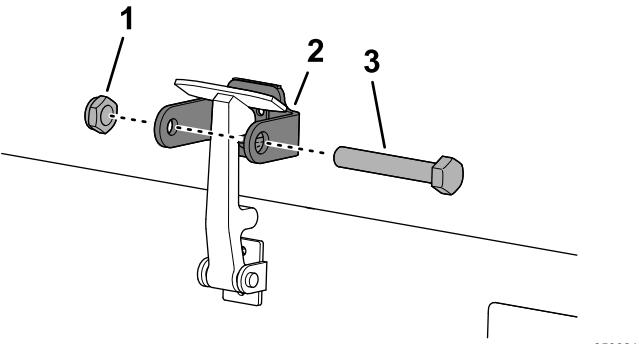

图 35
7. 将螺栓拧入机罩闩锁支架的另一个臂直至将闩锁锁定到位 (图 35)。